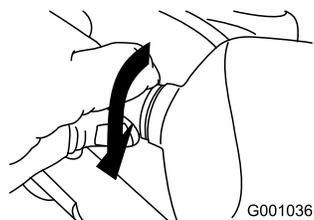

Bild 58
5. Drehen Sie den Sockel der Glühbirne nach rechts, bis er fest sitzt (Bild 58).